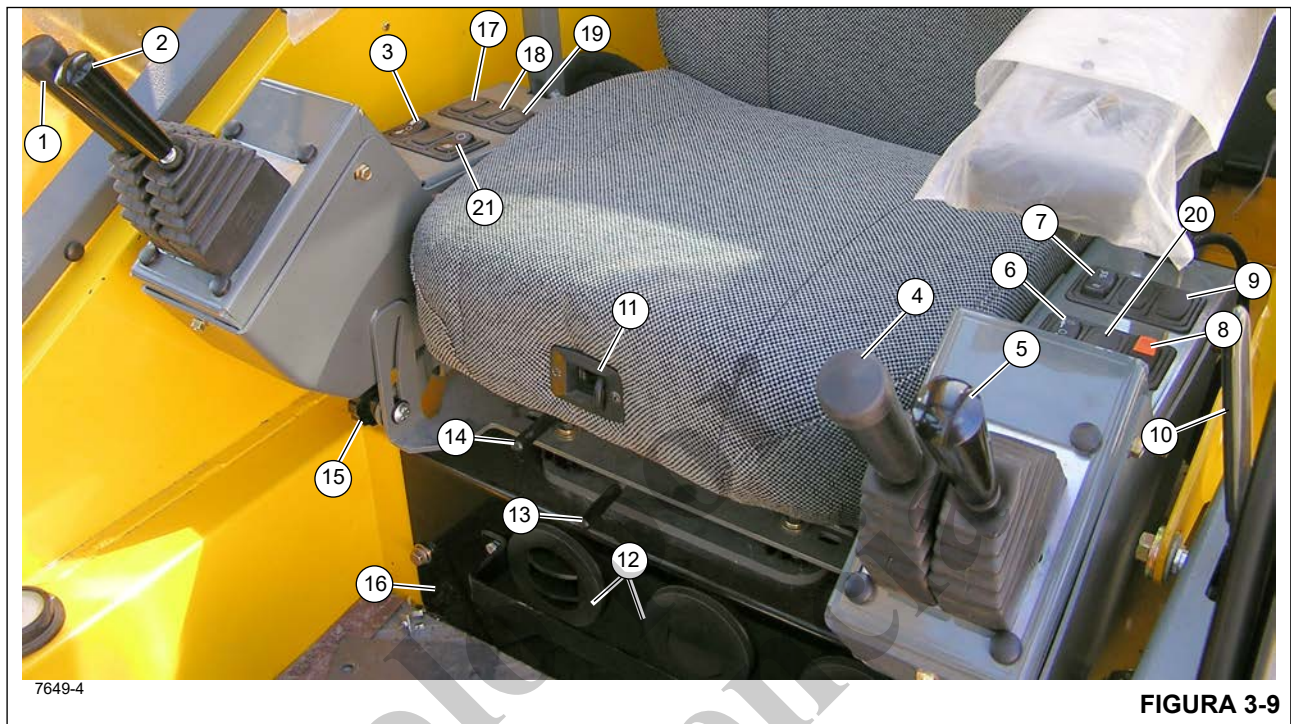

Figura 3-9 - Números de artículos
El indicador de diferencial entre ejes bloqueado (22, Figura 3-7) se encuentra en la pantalla de medidores en la columna de dirección. Este indicador se ilumina cuando el interruptor de bloqueo del diferencial (10, Figura 3-9) se presiona para colocarlo en la posición de bloqueo si no hay acción diferencial entre las ruedas en esta posición.
El control del malacate principal (1, Figura 3-9) se encuentra en el apoyabrazos derecho. Cuando la palanca de control se mueve hacia adelante, el cable desciende. Cuando se tira hacia atrás, el cable se eleva.
El control de elevación de pluma (2, Figura 3-9) se encuentra en el apoyabrazos derecho. Cuando la palanca de control se coloca hacia adelante se baja la pluma; cuando se coloca hacia atrás, se eleva la pluma.
El interruptor selector de velocidad del malacate principal (3, Figura 3-9) es un interruptor de contacto mantenido, de tres posiciones (alta/apagado/baja), que se encuentra en el apoyabrazos derecho. Si se coloca el interruptor en la posición alta, esto habilita las funciones del malacate principal y energiza el solenoide de alta velocidad del malacate principal, lo que tiene por resultado altas velocidades del cable. Si se coloca el interruptor en la posición central de apagado, esto evitará el funcionamiento del malacate. Si se coloca el interruptor en la posición baja, esto habilita las funciones del malacate principal y desenergiza el solenoide de alta velocidad del malacate principal, lo que tiene por resultado bajas velocidades del cable.
El control del malacate auxiliar (4, Figura 3-9) se encuentra en el apoyabrazos izquierdo. La palanca de control maneja las funciones del malacate auxiliar; empuje la palanca de control hacia adelante para desenrollar el cable del malacate, o tire de ella hacia atrás para enrollar el cable.
La palanca de control de giro (5) Figura 3-9, ubicada en el apoyabrazos izquierdo, regula la función de giro. Cuando la palanca de control se mueve hacia adelante (se gira la plataforma de giro en sentido horario), o cuando se mueve hacia atrás (se gira la plataforma de giro en sentido contrahorario), acciona una válvula de control por presión piloto para proporcionar rotación continua de 360° en el sentido deseado.
El interruptor selector de velocidad del malacate auxiliar (6, Figura 3-9) es un interruptor de contacto mantenido, de tres posiciones (alta/apagado/baja), que se encuentra en el apoyabrazos izquierdo. Si se coloca el interruptor en la posición alta, esto habilita las funciones del malacate auxiliar y energiza el solenoide de alta velocidad del malacate auxiliar, lo que tiene por resultado altas velocidades del cable. Si se coloca el interruptor en la posición central de apagado, esto evitará el funcionamiento del malacate. Si se coloca el interruptor en la posición baja, esto habilita las funciones del malacate auxiliar y desenergiza el solenoide de alta velocidad del malacate auxiliar, lo que tiene por resultado bajas velocidades del cable.
El interruptor de dirección trasera (7, Figura 3-9) es un interruptor tipo basculante de tres posiciones, con retorno por resorte a la posición de apagado, y se encuentra en el apoyabrazos izquierdo. Presione la parte inferior del interruptor para accionar una válvula de control que gira las ruedas traseras hacia la izquierda, lo cual hace que la grúa vire hacia
El interruptor del freno de giro (8, Figura 3-9) se encuentra en el apoyabrazos izquierdo. Este interruptor de dos posiciones (encendido/apagado) sirve para regular una válvula hidráulica que envía un flujo de presión regulada hacia el freno de giro y desde él. Al colocar el interruptor en la posición de encendido se aplica el freno de giro y al colocarlo en la posición de apagado se suelta el freno de giro. Cuando el interruptor está en la posición de encendido, la luz indicadora roja en la columna de dirección se ilumina. El interruptor tiene un bloqueo para evitar el accionamiento inesperado.
El interruptor de control de bloqueo del diferencial (9, Figura 3-9) se encuentra en el apoyabrazos izquierdo. Éste es un interruptor de dos posiciones de contacto momentáneo. Con el control en la posición de bloqueo, las estrías del collar de cambios se engranan en las estrías de la caja del eje para unir el conjunto de diferencial y los semiejes y así eliminar el efecto diferencial entre las ruedas. En la posición de desbloqueo, existe un efecto diferencial entre las ruedas en todo momento. El indicador ámbar en la columna de dirección se ilumina cuando los interruptores de proximidad en cada eje se activan.
Utilice la palanca de desbloqueo de la puerta de la cabina (10, Figura 3-9) para abrir o cerrar la puerta de la cabina desde el interior de la cabina.
Para ajustar el respaldo del asiento, presione la perilla de ajuste (11, Figura 3-9) y luego ajuste el asiento según sea necesario.
La unidad de control de climatización del acondicionador de aire/calefactor de la cabina de la grúa (16, Figura 3-9) se encuentra en la cabina, debajo del asiento del conductor. Los registros (12) forman parte de la unidad de control de climatización y se pueden ajustar para dirigir el flujo de aire.
El movimiento de la palanca de deslizamiento del asiento (13, Figura 3-9) solo deslizará el asiento, hacia adelante o hacia atrás.
El movimiento de la palanca de deslizamiento del bastidor del asiento (14, Figura 3-9) deslizará el asiento y el bastidor del asiento, con los apoyabrazos, hacia adelante o hacia atrás.
El apoyabrazos y los controles del apoyabrazos se pueden ajustar por medio de las perillas de ajuste (15, Figura 3-9). Afloje la perilla y gire todo el apoyabrazos a la posición deseada, vuelva a apretar la perilla una vez que se haya terminado de realizar el ajuste.
Los indicadores de rotación de malacate para el malacate principal y el malacate auxiliar se encuentran en la parte superior de cada palanca de control de malacate (1, 4, Figura 3-9). Cada indicador se controla electrónicamente por medio de una señal de entrada recibida de un sensor instalado en el malacate correspondiente y una señal de salida de un módulo de control. Cada palanca de control de malacate (1, 4) vibra cuando su malacate está funcionando de manera que el pulgar del operador pueda sentirlo.
El interruptor de inclinación de la cabina (17, Figura 3-9) se encuentra en el apoyabrazos derecho. Este interruptor es de tipo basculante de tres posiciones con retorno por resorte a la posición de apagado. Tiene dos posiciones, arriba y abajo, para inclinar la cabina hacia arriba o abajo.